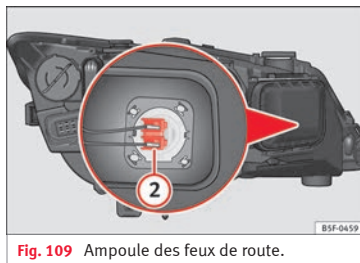

Fig. 109 Ampoule des feux de route.
- Appuyez sur le connecteur » **fig. 109 ②** vers la gauche ou la droite et tirez.